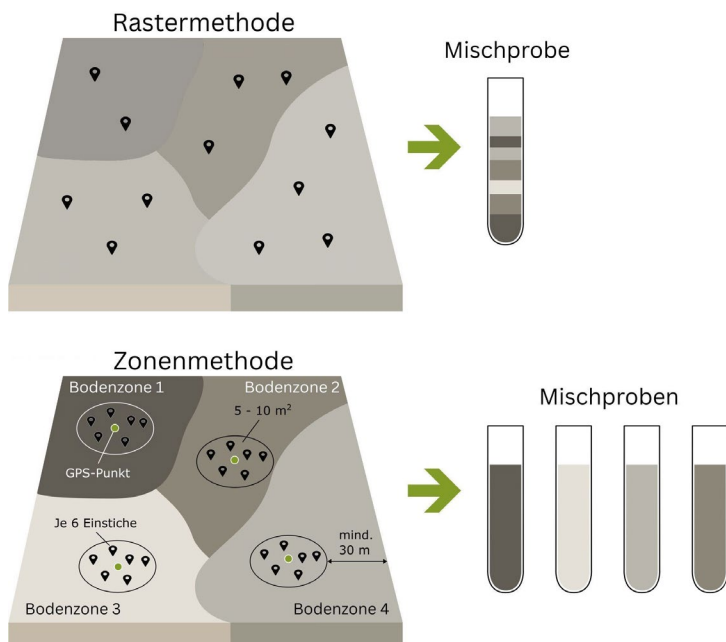

Abbildung 1: Darstellung der Rastermethode für homogene Flächen und der Zonenmethode für heterogene Flächen.
- **Probenahmedesign:** Die Verteilung der Proben im Schlag richtet sich nach der Flächengröße und der Bodenvariabilität. Es gibt zwei bewährte Vorgehensweisen (siehe auch Abbildung 1).